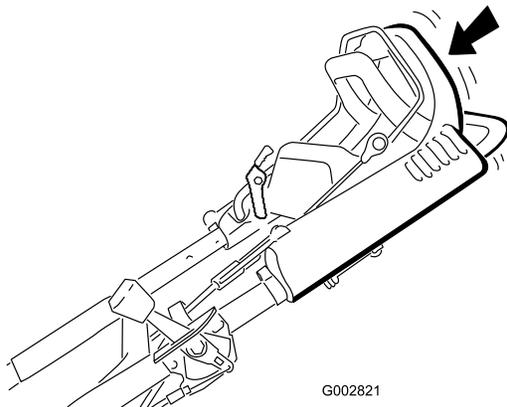

Bild 17
1. Um den Selbstantrieb zu benutzen, gehen Sie einfach vorwärts, fassen Sie den oberen Griff (Bild 17) mit den Händen an und halten Sie die Ellbogen seitlich; der Rasenmäher hält automatisch mit Ihnen Schritt.